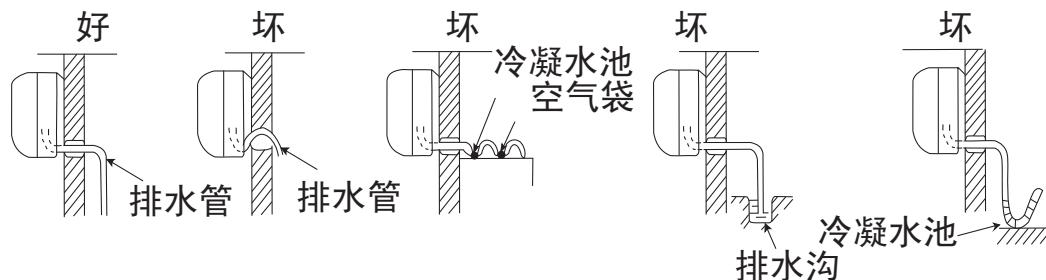

图 27
- 1 用附件 ⑭ 排水管与室内机组的出水管连接起来。
- 2 如要使冷凝水流得舒畅，排水管应倾斜少许，如图27所示。